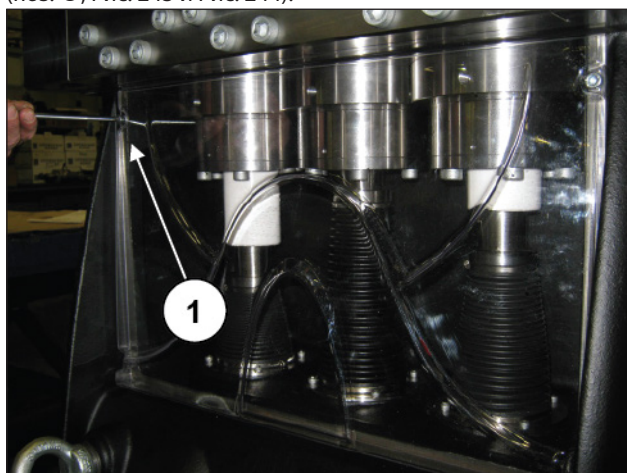
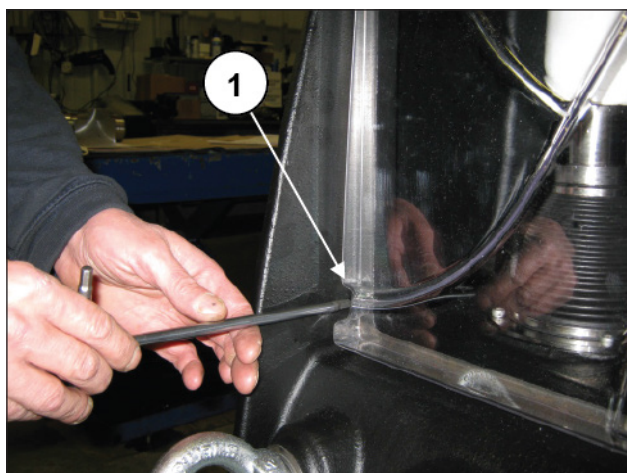

Рис. 243
Рис. 244
Установите на место верхнюю смотровую крышку, осторожно закрутив 4 винта М6 для ее закрепления (поз. ①, Рис. 243 и Рис. 244).